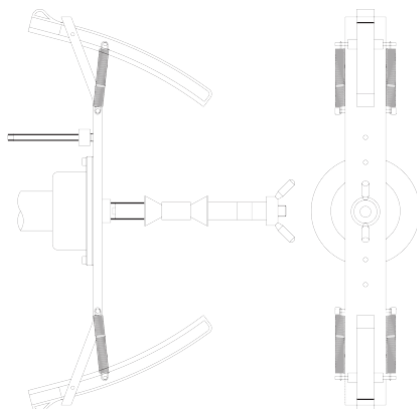

Figura F4.2 Aplicación del peso muestra por el lado interno de la brida para motocicletas (Fase Cal2)
8. Al cabo del lanzamiento, la máquina muestra escrito **h12 CAL**. Aplique el peso de la calibración por el lado interno, tal como se muestra en la figura F4.2. El peso de la calibración ha de aplicarse en el agujero en el que está escrito "CAL" impreso en éste.
9. Coloque la brida en cuestión en posición perfectamente vertical con el peso de la calibración en la parte superior, tal como se muestra en la figura F4.2 y pulse the  **Start** o baje el cubrerruedas.